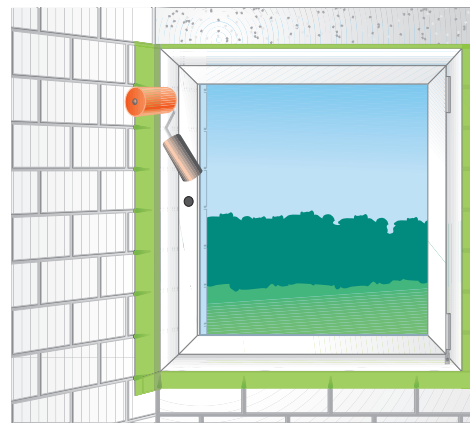

Fig 4 : maroufler la membrane sur le mur.
- Dans le cas d'un collage avec la bande butyle sur supports poreux (Fig.3) il est nécessaire d'appliquer préalablement le primaire illbruck ME901 Primaire Butyl & Bitume au pinceau ou mieux sa version pulvérisable ME902 Spray Primaire butyl & bitume sur le mur et de le laisser sécher. Appliquer la bande butyle et la maroufler (Fig. 4).